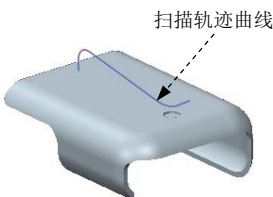
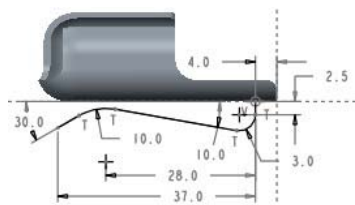
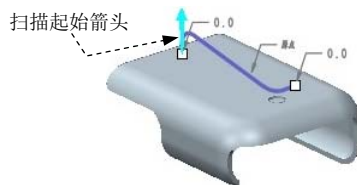

图 5.38.24 扫描轨迹 (建模环境)
图 5.38.25 扫描轨迹 (草绘环境)
图 5.38.26 切换扫描起始点
(1) 绘制图 5.38.24 所示的扫描轨迹曲线。单击 功能选项卡 区域中的“草绘”按钮 ；选取 RIGHT 基准平面作为草绘面，选取 TOP 基准平面作为参考平面，方向为 ，单击 按钮，系统进入草绘环境；绘制并标注扫描轨迹，如图 5.38.25 所示；单击按钮 ，退出草绘环境。
(2) 选择扫描命令。单击 功能选项卡 区域中的 按钮，系统弹出“扫描”操控板。
(3) 定义扫描轨迹。在操控板中确认“实体”按钮和“恒定轨迹”按钮被按下；在图形区中选取图 5.38.24 所示的扫描轨迹曲线；单击箭头切换扫描的起始点，如图 5.38.26 所示。